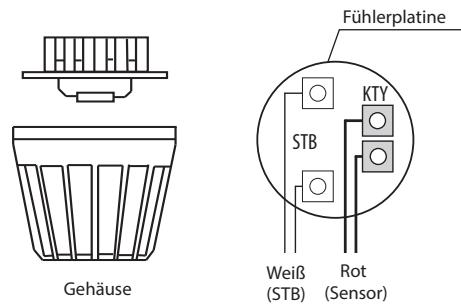

Abb. 10
- Führen Sie die Fühlerkabel durch das gebohrte Loch und schließen Sie die Fühlerleitung gemäß Abb. 10 an.
- Die Leitungen für den Begrenzer (weiß) und den Temperaturfühler (rot) gemäß Abb. 10 an der Führerplatine anklemmen: Die Führerplatine anschließend in das Gehäuse einrasten.